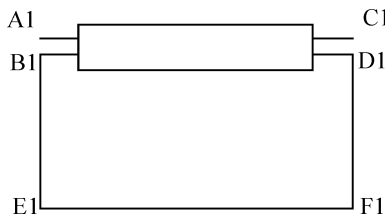

图 15-79 绘制多段线
(6) 单击“默认”选项卡“绘图”面板中的“多段线”按钮，在对象捕捉绘图方式下，捕捉如图 15-79 中所示的 $B1$ 点作为多段线的起点，捕捉 $D1$ 作为多段线的终点，绘制多段线，使得 $B1E1 = 20$ ， $E1F1 = 40$ ， $F1D1 = 20$ ，结果如图 15-79 所示。